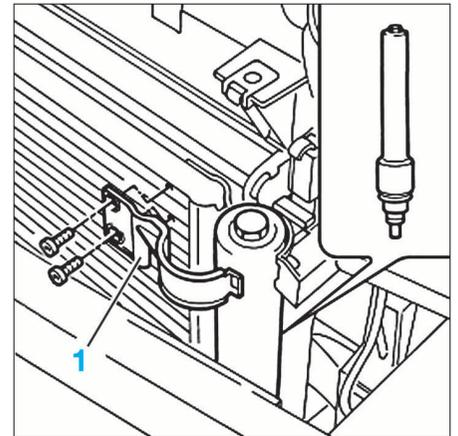

FIG. 26
• Déposer la fixation (1), puis extraire le filtre déshydrateur (Fig.26).